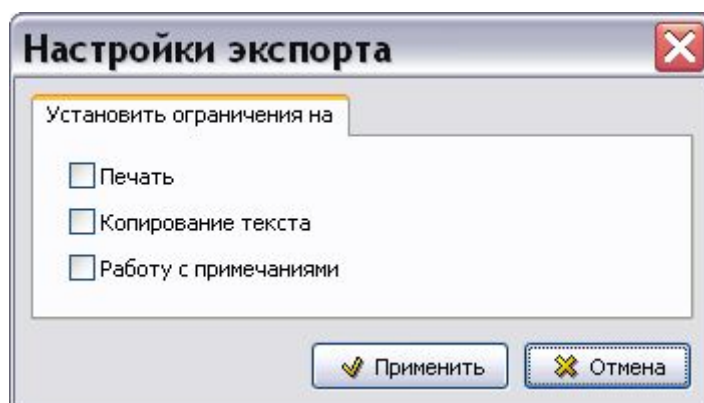

Рис. 8.78
10. При экспорте публикации возможно задать ограничения на печать, копирование текста и работу с примечаниями при просмотре публикации в модуле TG Browser. Кнопка **Ограничения** по умолчанию установлена в значение «Нет». Для задания ограничений нажмите на неё и в окне **Настройки экспорта** установите ограничения (Рис. 8.78).